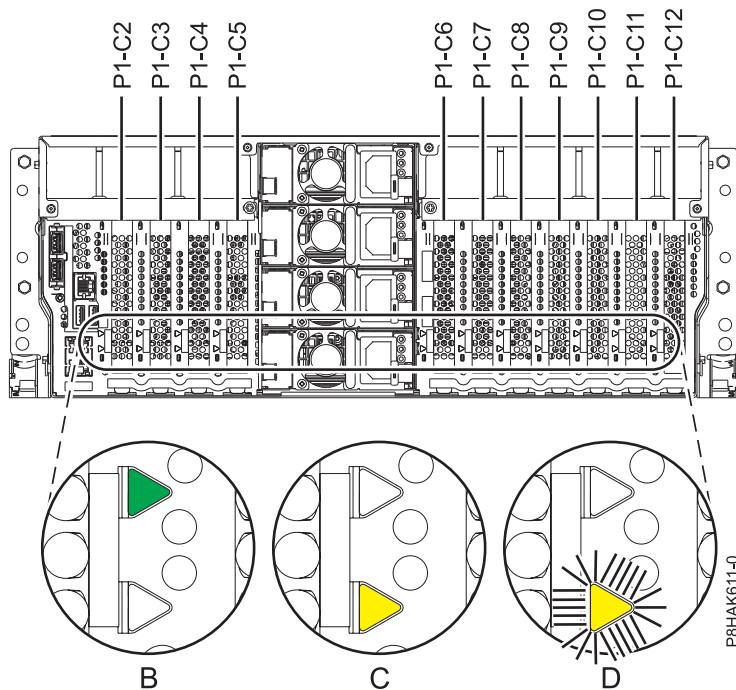
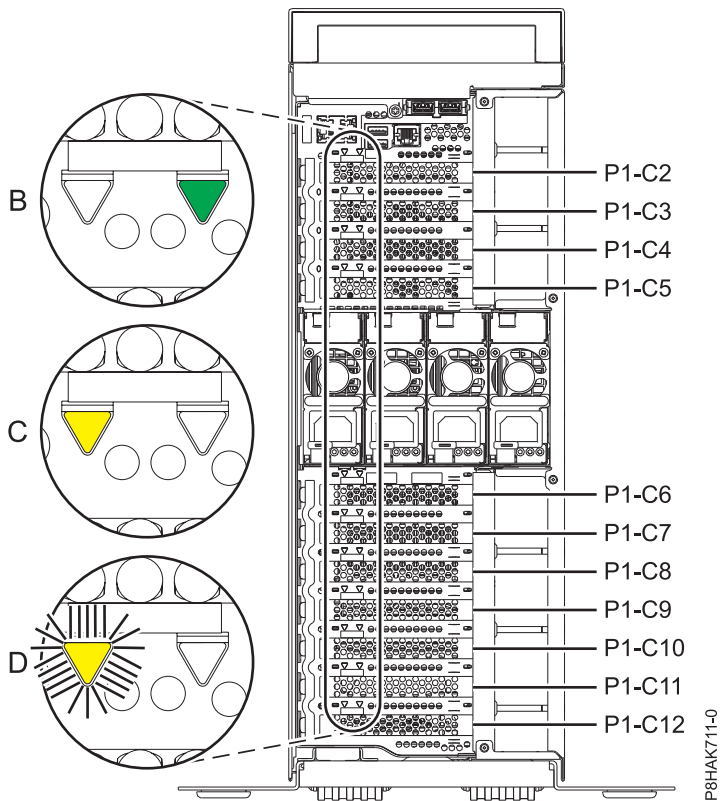

Figura 58. Ubicaciones de la ranura del adaptador PCIe y ubicaciones de los LED en un sistema montado en bastidor
Figura 59. Ubicación de la ranura del adaptador PCIe y de los LED en un sistema 8286-41A autónomo
- Si está prestando servicio técnico para un adaptador PCIe anómalo, busque el LED ámbar parpadeante del adaptador PCIe anómalo para identificarlo. Consulte la Figura 58 y la Figura 59 en la página 68 que muestran el estado de los LED. Tenga en cuenta que el LED ámbar del adaptador PCIe anómalo está **parpadeando**, como se muestra en (D) en la Figura 58 y la Figura 59 en la página 68.
Atención: Si el adaptador PCIe está funcionando correctamente, el LED de actividad está **encendido** (verde) y el LED de error ámbar está **apagado**, como se muestra en (B) en la Figura 58 y la Figura 59 en la página 68. No intente extraer el adaptador PCIe en funcionamiento.